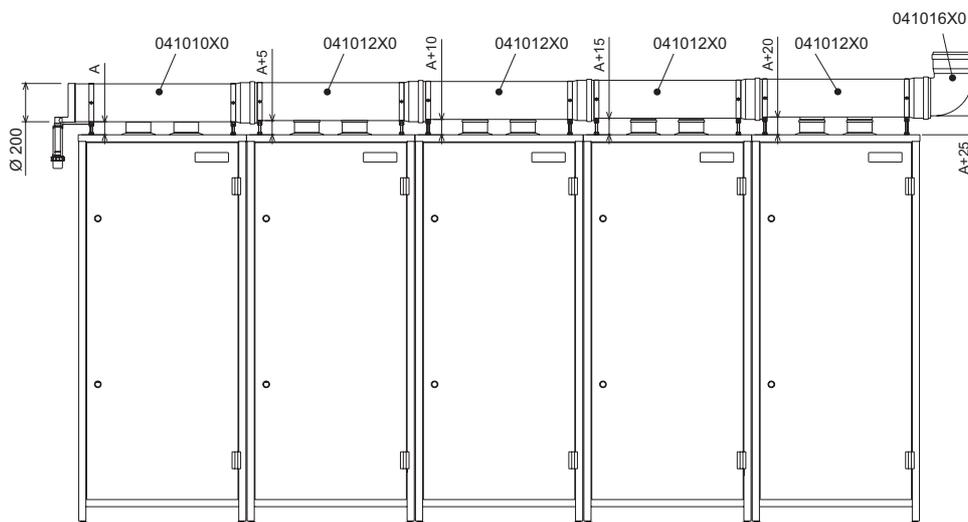

fig. 25 - Instalarea a 5 module
- M** Reglati inaltimea colierelor de sprijin pana la obtinerea unei inclinatii a colectorului egala cu 5mm (vezi fig. 25) pe modul. Verificati imbinarea corecta a tuturor stuturilor, coturilor si valvelor, asigurandu-va ca garniturile sa nu fie iesite din lacasurile lor. Asigurati-va de aderenta garniturilor exterioare la partea de sus a modulelor. Strangeti si fixati acum colierele de sprijin.